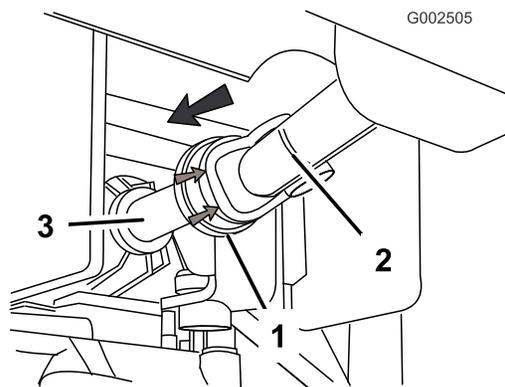

図 10
1. PTO駆動シャフトの前ヨークの部分で、前ヨークのソケットと、トランスアクスルのPTO出力シャフトのスプラインとを嵌め合わせられるように整列させる 図 10。
2. PTO 駆動シャフトの前ヨーク部についているスプリングロックゴム製カウリングを後ろに引く (図 10)。
3. 前ヨークのソケットを出力シャフトのスプラインに被せる (図 10)。
4. PTO 駆動シャフトの前ヨーク部についているスプリングロック前方に押す (図 10)。
5. 駆動シャフトの前半分を引っ張って、PTO 出力シャフトが正しく固定されているスプリングロックのロックボールが出力シャフトの溝にきっちりハマっているのを確認する 図 10。